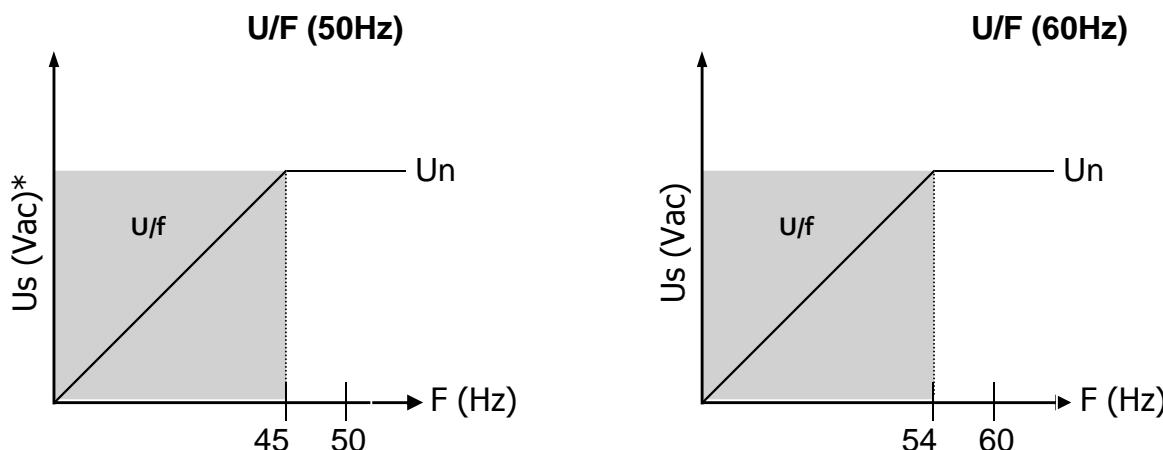

Figura 12.2: Operação da proteção U/F
O trimpot **U/F** determina o ponto de atuação do modo U/F, que pode ser desde a frequência nominal ( $F_n$ ) até 1/3 de  $F_n$ , cujo valor sai ajustado de fábrica 10% abaixo da  $F_n$ . Para operação em 60Hz é ajustado para 54Hz e para operação em 50Hz é ajustado para 45Hz (ver Figura 12.2), cujo valor pode ser alterado de acordo com a necessidade de cada aplicação.
1. Não deixar a proteção U/F aberta. A configuração deve ser feita conforme Figura 12.2 para evitar problemas no desligamento. A frequência limitada pelo U/F é a frequência da forma de onda que se encontra na entrada de alimentação do circuito e não para entrada de realimentação (tensão de saída do alternador).